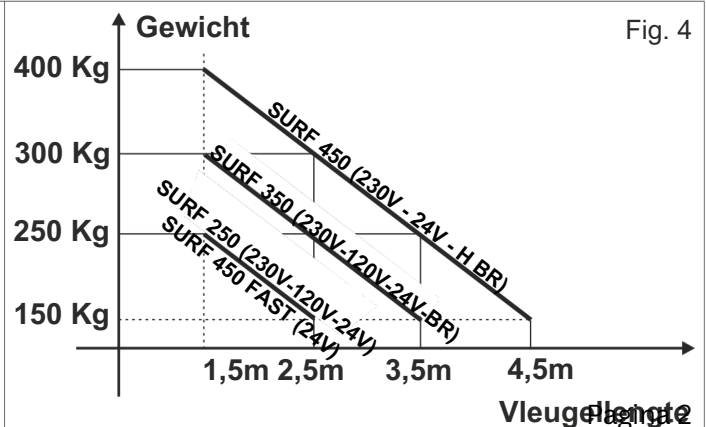

Fig. 4
- B. De lengte van elk poortblad mag de maximale lengte voor het betreffende aandrijftype niet overschrijden (zie fig. 4);
- C. Het gewicht van elk poortblad mag het maximale gewicht voor het betreffende aandrijftype niet overschrijden (zie fig. 4);